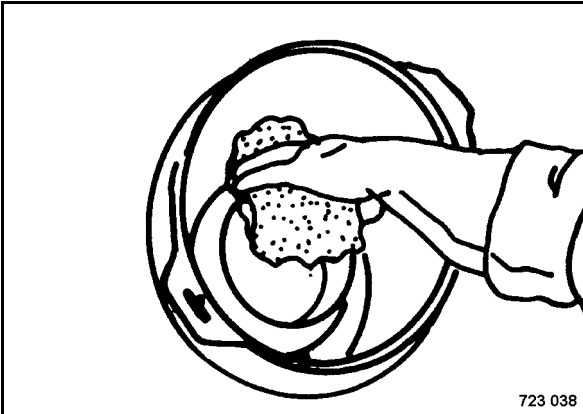

Рис. 136
- Очистить уплотняющую поверхность выпускной трубы (Рис. 136).